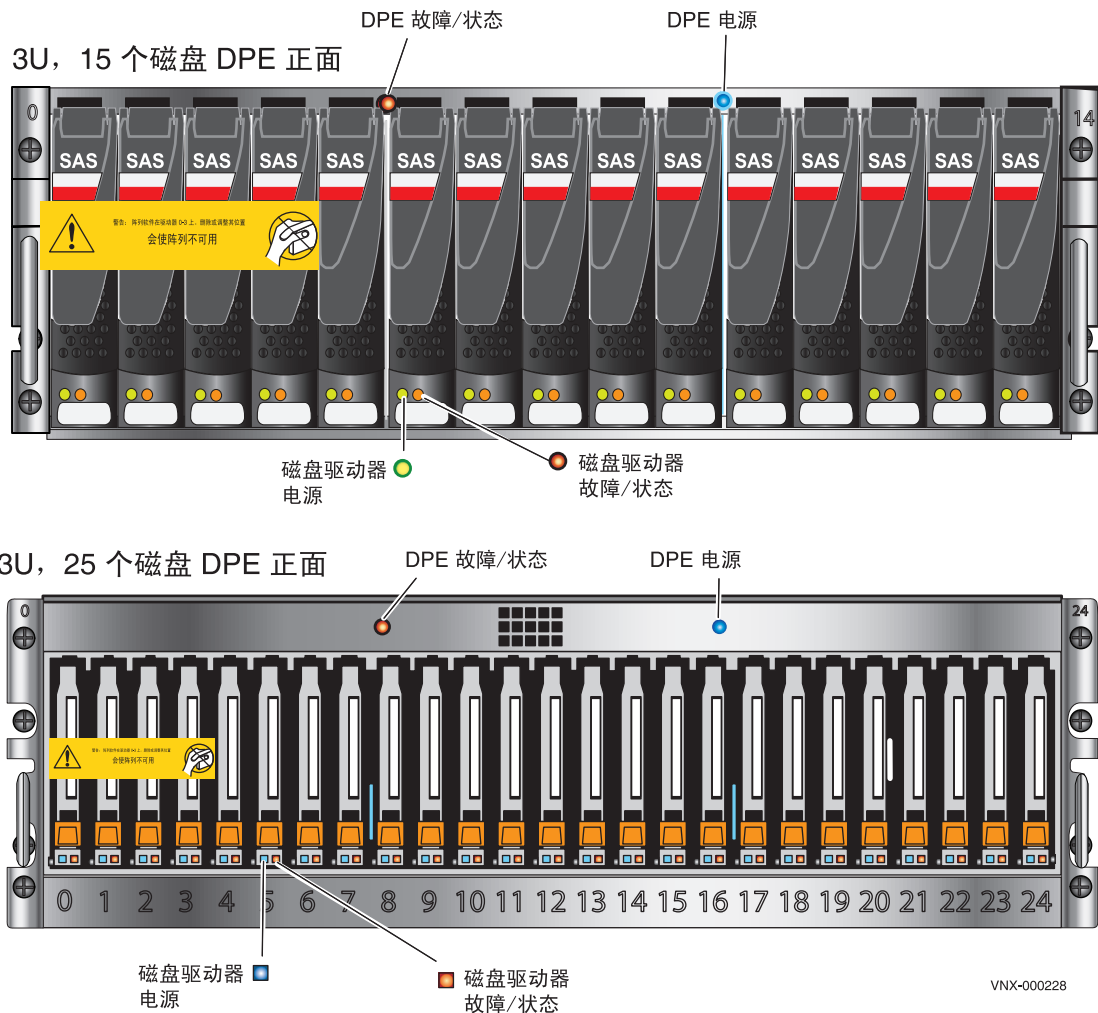

图 12 3U 15 个 3.5 英寸驱动器 DPE 和 3U 25 个 2.5 英寸驱动器 DPE LED 指示灯
1. 验证位于前端的 DPE 电源 LED 指示灯是否为持续蓝色以及 DPE 故障 / 状态指示灯是否熄灭，如图 12 所示。